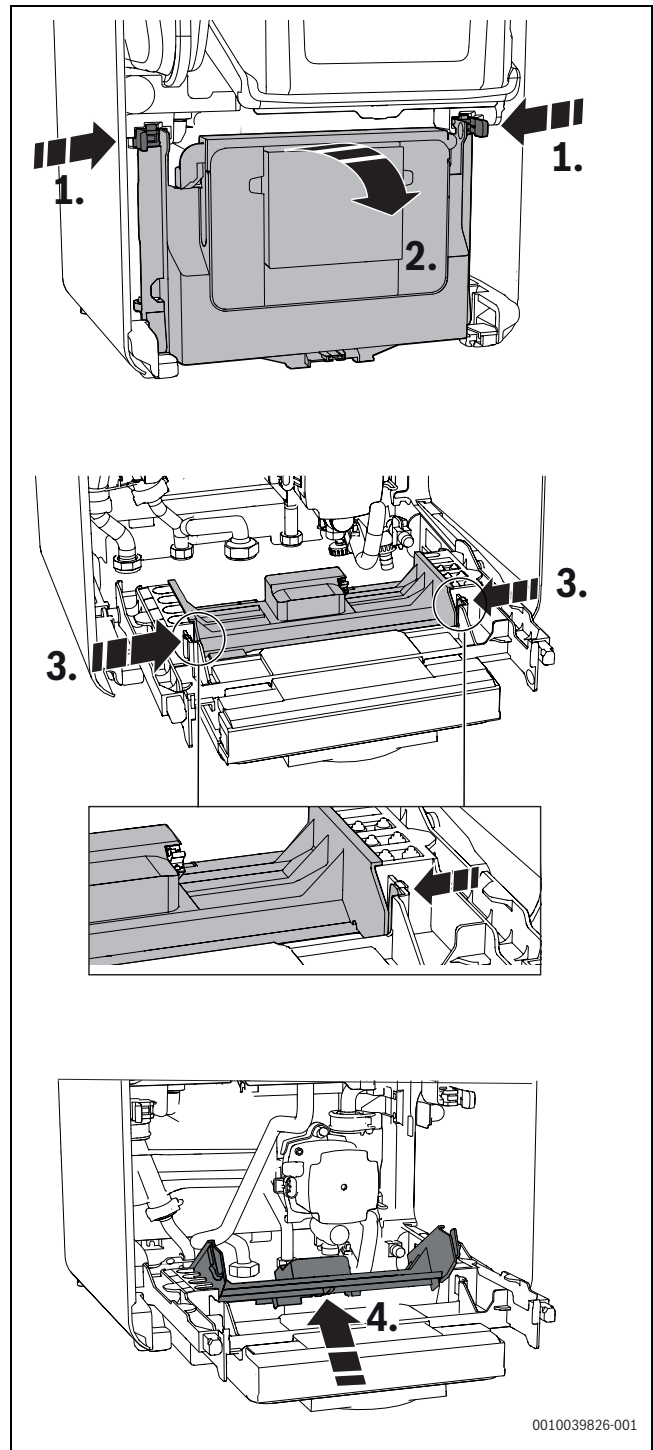

Bild 57 Steuergerät öffnen
- ▶ Steuergerät nach unten klappen (→ Bild 57).